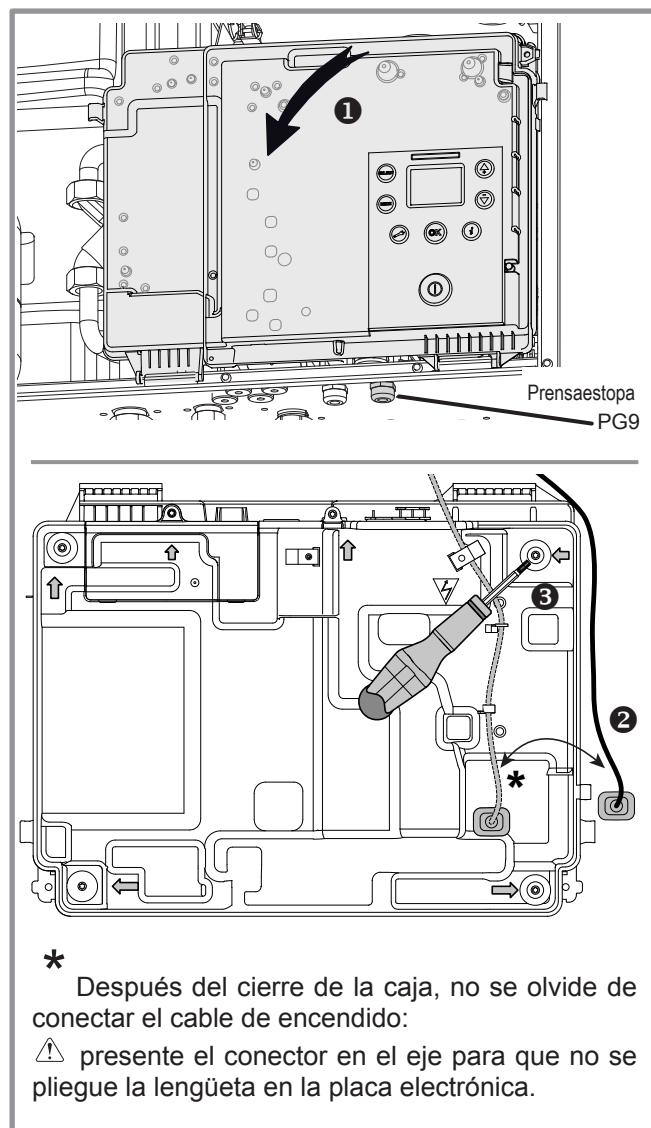

figura 35 - Acceso al cuadro eléctrico
- ❶ Baje el cuadro eléctrico (figura 35). En el momento de la abertura, sujete el cuadro.
- ❷ Desconecte el conector del cable de encendido.
- ❸ Abra la caja (6 tornillos torx).